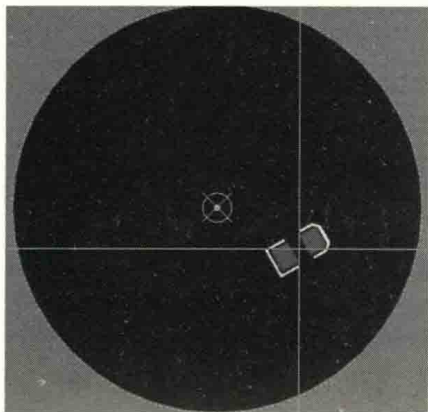
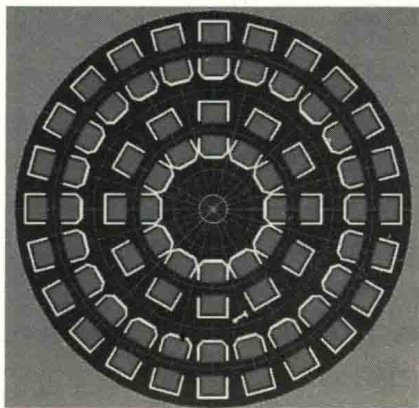

图 11-54 LED 灯珠的放置
图 11-55 极坐标放置 LED 灯珠效果
(5) 按快捷键“TP”，更改空格旋转角度为 15°，拖动 LED 灯珠进行放置，如图 11-54 与图 11-55 所示。